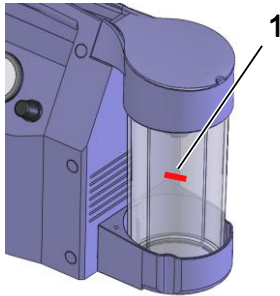

Abb. 12
4. Während des Absaugvorganges den Füllstand des Sekretbehälters beobachten. Dieser darf die Markierung „Maximale Füllhöhe“ (Abb. 12/1) nicht überschreiten.